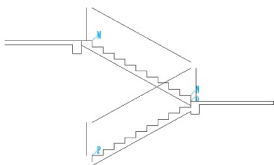

图 4.112 偏移栏杆线
(2) 将 P 和 M 处的垂直线向左偏移 150mm，将 O 处的垂直线向右偏移 150mm，然后删除 M、N 和 P 处的垂直线，结果如图 4.112 所示。